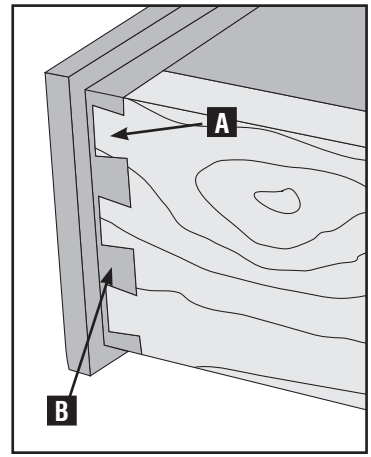

Fig. 25
Las colas (A) Fig. 25 se cortan en los lados de las gavetas, mientras que las espigas (B) se cortan en el frente y la parte posterior de las gavetas.